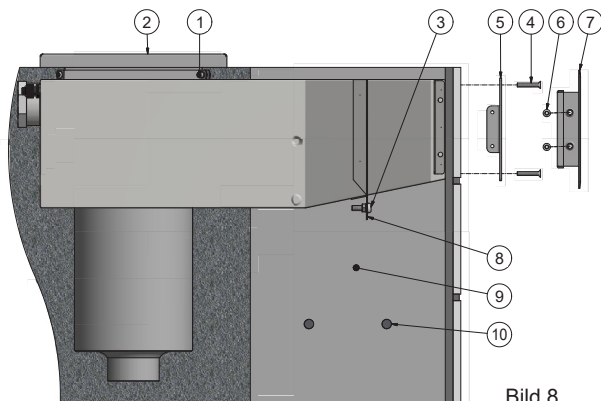

Bild 8.
jord (se pos 3 bild 8). Skruv, taggbricka och mutter följer med produkten.